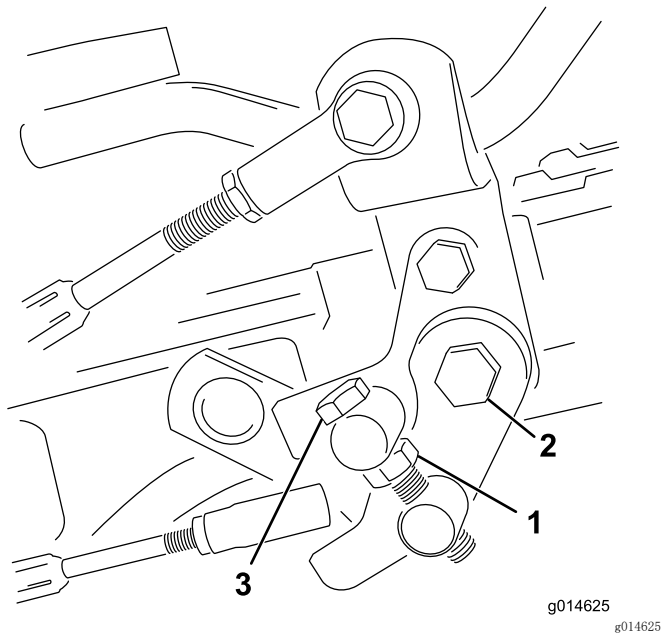

图33
1. 松开枢轴螺栓上的锁紧螺母（图33）。
4. 上紧枢轴螺栓上的锁紧螺母和踏板枢轴上的螺母，锁定调整（图33）。检查调整情况，并按需要调整。